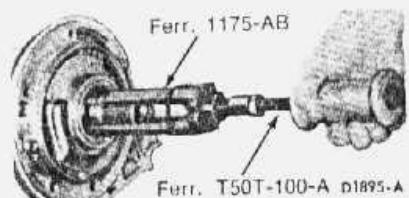
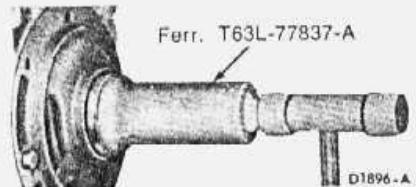

fig. 71 — remoção do vedador da bomba
fig. 72 — instalação do vedador da bomba
7. Se for necessário substituir o vedador da bomba, montar a bomba na caixa da transmissão e remover o vedador com a ferramenta mostrada pela fig. 71. Para instalar o vedador novo, usar a ferramenta mostrada na fig. 72.